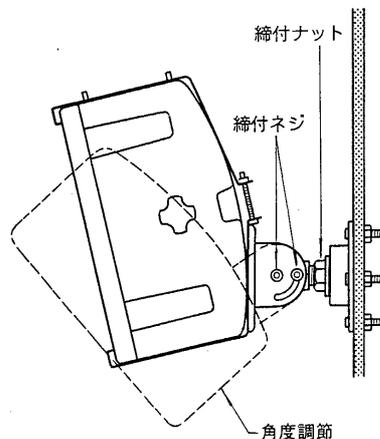

図7
⑦スピーカーの取付が水平になるように調節し、締付ナットを強く締め付けてください。なお、ゆるみ防止のため塗料または、接着剤を軸ネジとナットにつながるように適量塗ってください。(図7)
⑧締付ネジを2本ともゆるめ、スピーカー本体の角度を調節し、締付ネジを締め固定してください。(図7) 角度は最大70°までの範囲で調節できます。